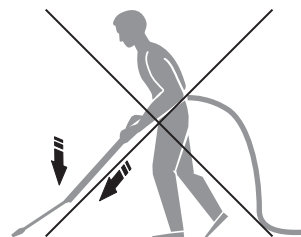

Fig. 20
**¡ADVERTENCIA!** Nunca accione el gatillo (16c) de la pistola de alta presión (16) cuando esté ajustando la longitud de la lanza extensible. ¡Peligro de lesión!
**¡ADVERTENCIA!** ¡Nunca someta la lanza extensible (13) a pesos o fuerzas, ya que podría dañar el producto (Fig. 20)!